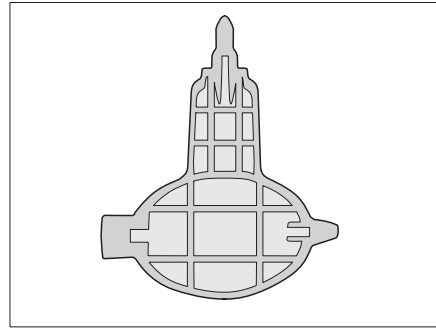

Bild 374 Nyckel till luktlås (endast Alpa)
- ▷ Hos modell Alpa medföljer en nyckel (Bild 374) att använda när luktlåset ska lossas.